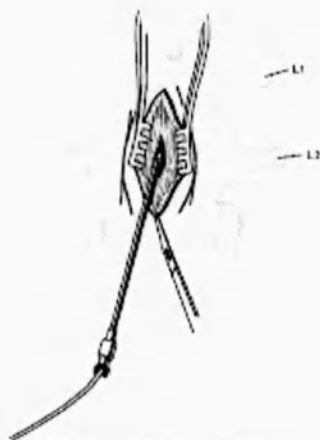

Рис. 17
1. Сделайте продольный разрез длиной около 3 или 7 см, игла или Introde должны располагаться в центре, на глубину межкостных связок. Будьте осторожны, не порежьте Introde или электрод (см.Рис.17).